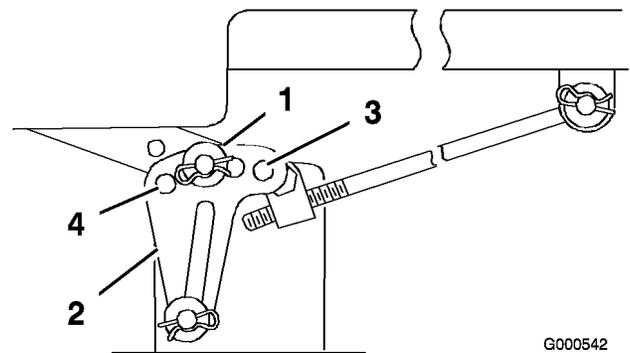
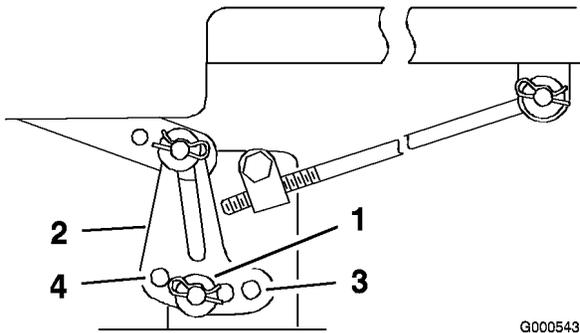

Figura 42
Figura 43
6. Retire el pasador y la arandela del soporte de nivelación (Figura 42).
7. Para nivelar la(s) cuchilla(s), vuelva a colocar el/los soporte(s) de nivelación en un taladro diferente y vuelva a colocar la arandela y el pasador. (Figura 42 y Figura 43). Los taladros delanteros bajan la altura de la cuchilla y los taladros posteriores elevan su altura. Ajuste ambos lados según sea necesario.